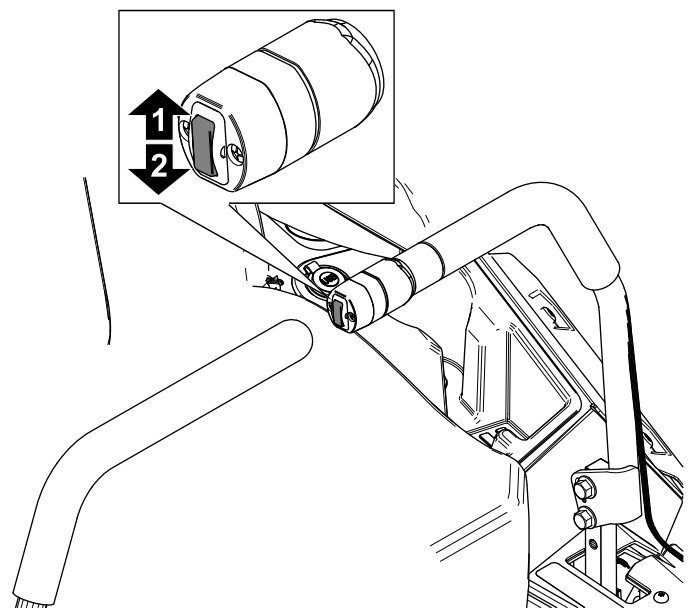

Рисунок 30
1. Нажмите на верхнюю часть переключателя подъема деки (Рисунок 30).
3. Нажмите на нижнюю часть переключателя подъема деки для установки высоты скашивания (Рисунок 30).